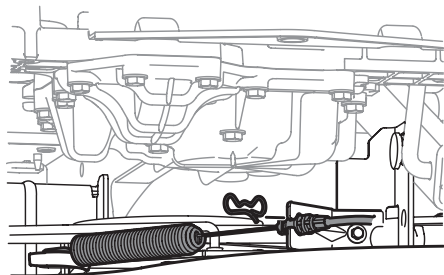

Figure 39
7. Retirez la goupille qui fixe le câble de la prise de force au support sur le plateau de coupe, faites glisser le câble hors de la prise de force et décrochez le ressort du support de la poulie de tension. Voir Figure 39.